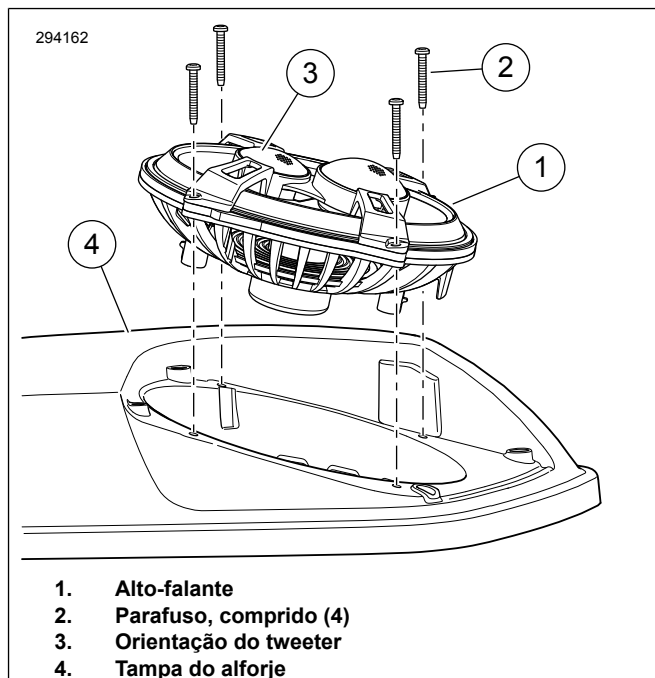

Figura 7. Orientação do auto-falante
13. Veja a figura 7. Posicione o alto-falante tweeter menor (3) voltado para a traseira do alforje, como mostrado.
14. Fixe o alto-falante (1) com os quatro parafusos compridos (2). Aperte alternadamente os parafusos com torque de: